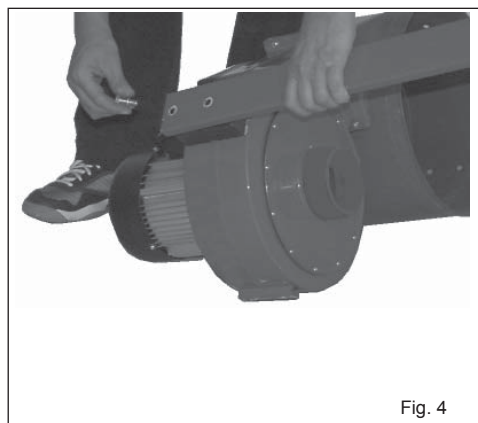

Fig. 4
- Fixer les deux supports du collecteur avec des supports sur l'ensemble moteur à l'aide des vis, rondelles et écrous correspondants (**Fig. 4**).